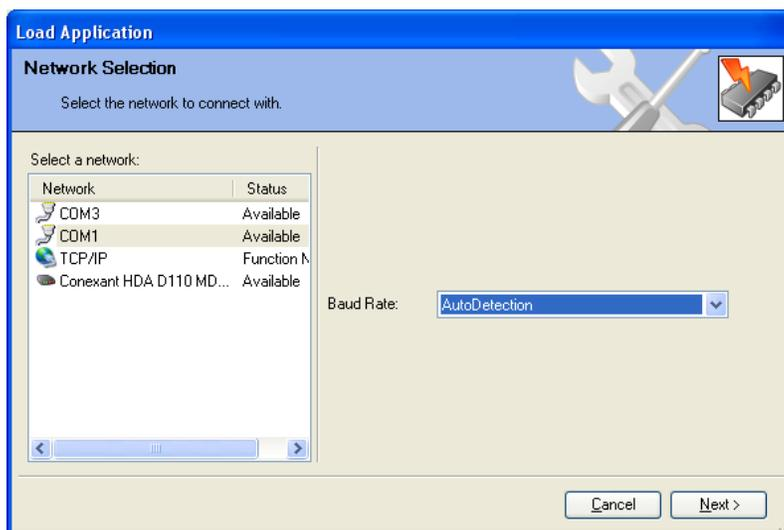

図 5-5. 通信ポート
9. ToolがCOMポートに接続するよう指示してきます。(図 5-5) ドライバーがつながっている通信ポートを使って接続します。一般的にはCOM1です。Baud rateは“Baud_38400”です。Nextボタンを押します。